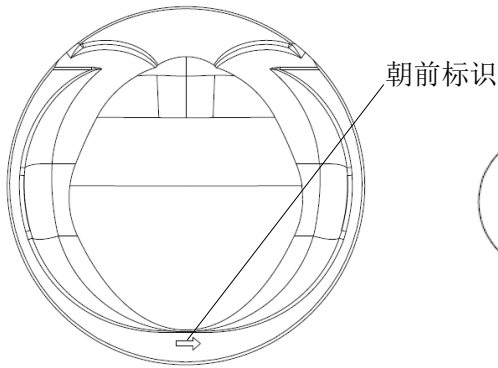
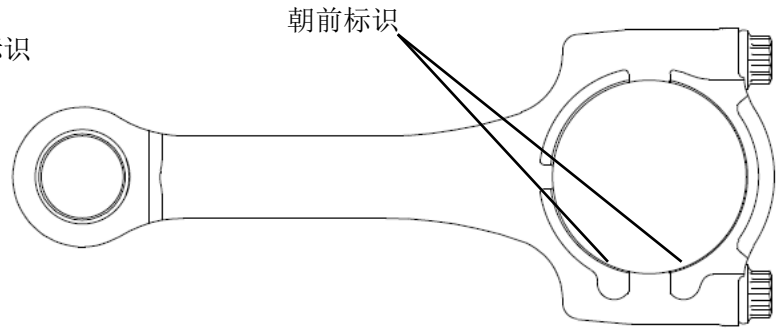

图 C-2 活塞顶部
图 C-3 连杆总成
- 1)、活塞 ⑱ 和连杆总成 ⑰ 朝前标识见图 C-2 和图 C-3;